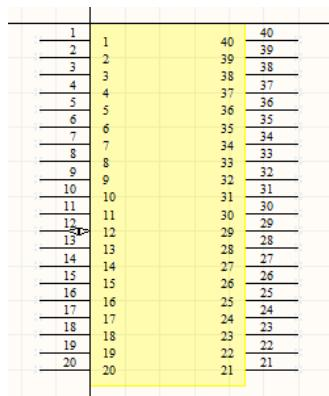

图 6-6.16 引脚放置后的单片机
**Step6:** 放置引脚，执行菜单命令【Place】/【Pin】，在矩形外形边上依次放置 40 个引脚，当引脚处于活动状态时单击空格键可以调整引脚方向，放置好引脚如图 6-6.16 所示。